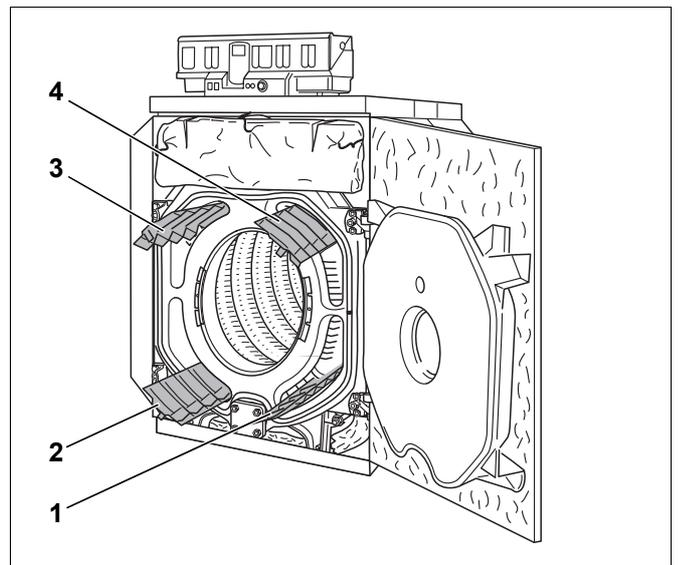

Bild 72 Heizgaslenkplatten entnehmen
- Heizgaslenkplatten nach vorne aus den Heizgaszügen entnehmen (Bild 72, **Pos. 1 bis 4**).